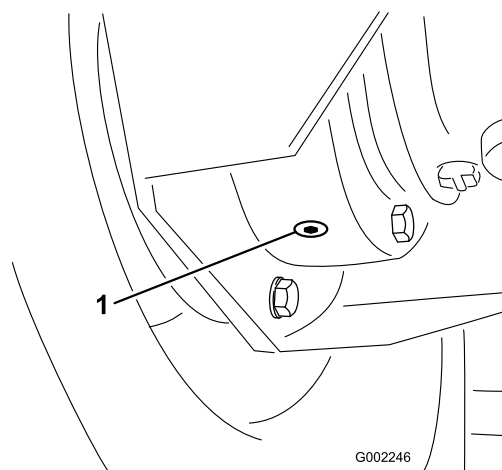

Figura 49
4. Coloque um recipiente debaixo do tampão de escoamento interior e retire-o (Figura 49).